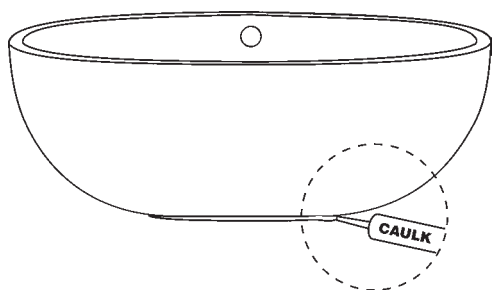

figure 15
22. Appliquer du calfeutrant pour baignoire et carrelage autour du bord inférieur de la baignoire, à la jonction avec sol. Essuyer l'excédant avec un chiffon humide (figure 15).